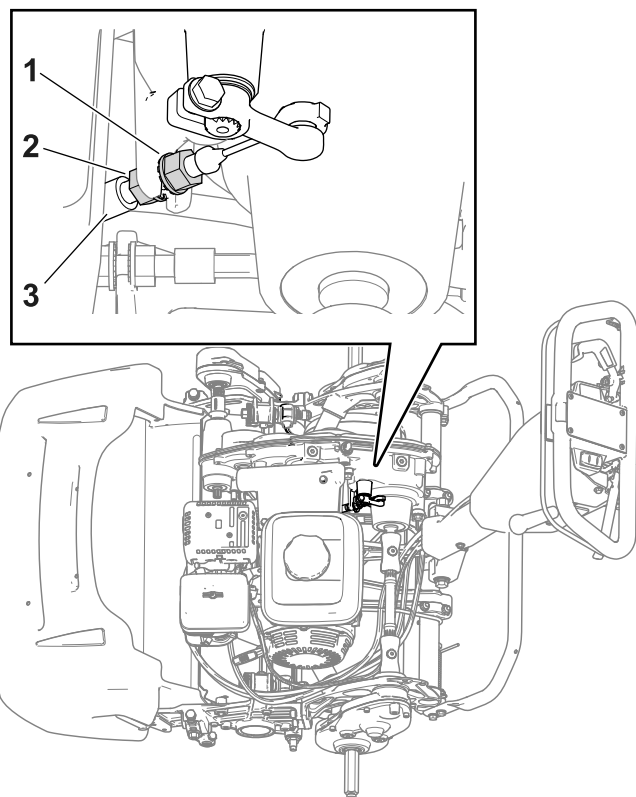

Figura 37
- Per aumentare la tensione del cavo, allentate il controdado anteriore del cavo e serrate il controdado posteriore (**Figura 37**). Ripetete il passaggio 2 e regolate la tensione se necessario.
- Per diminuire la tensione del cavo, allentate il controdado posteriore e serrate il controdado anteriore del cavo (**Figura 37**). Ripetete il passaggio 2 e regolate la tensione se necessario.